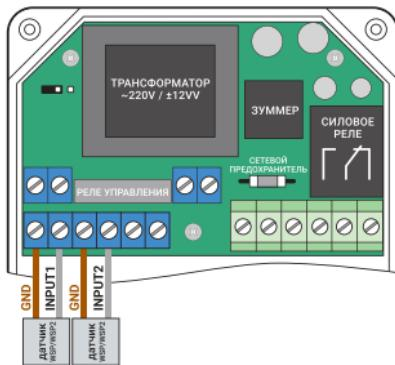

Рис. 5 Схема подключения кабелей датчиков протечки воды к блоку управления
5.2 Рис. 5. Схема подключения кабелей датчиков протечки воды к блоку управления. Клеммы для подключения датчиков: INP – любой цвет провода датчика; GND – любой цвет провода датчика.